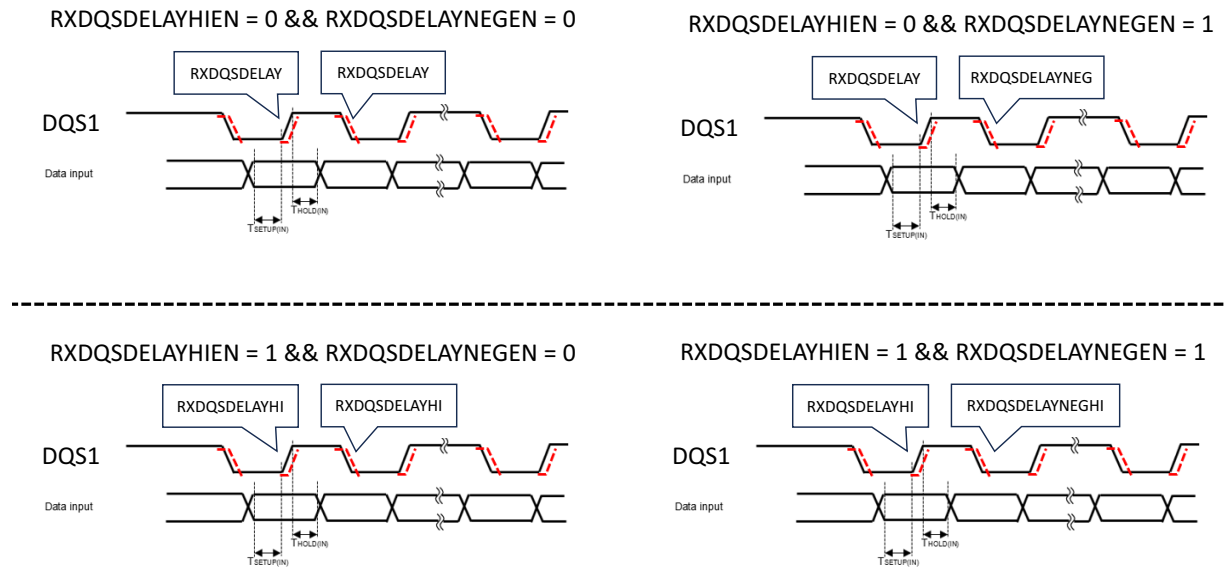

**Figure 24. Hex DDR Mode with DQS - Read Delay Lines - Upper Data Byte DQS**
Figure 24 shows DQS1 delay parameters in Hex DDR Mode with DQS, with respect to the upper input (RX) data byte under the following conditions: